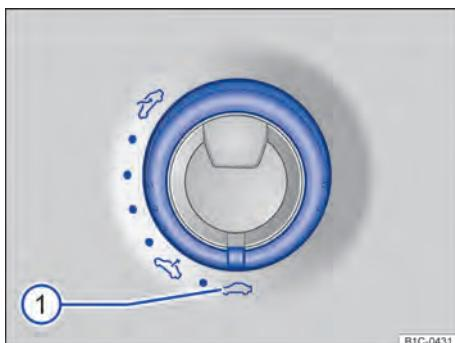
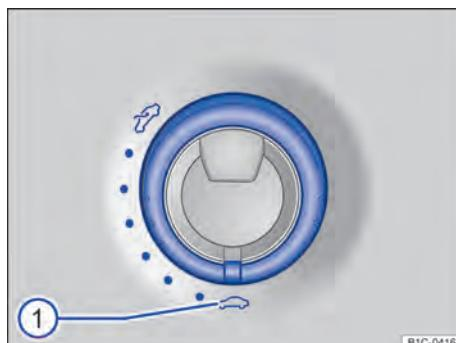

Fig. 39 No revestimento do teto: interruptor do teto solar panorâmico elétrico de vidro (variante 1).
Fig. 40 No revestimento do teto: interruptor do teto solar panorâmico elétrico de vidro (variante 2).
- Girar o interruptor \Rightarrow Fig. 39 ① ou \Rightarrow Fig. 40 ① para a posição "Fechado".